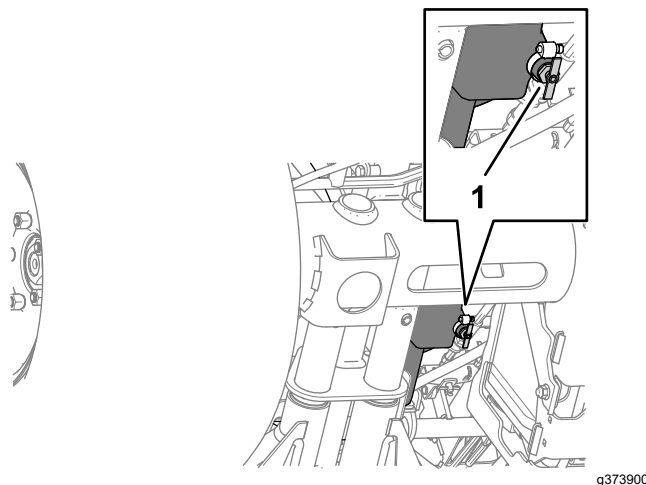

Figura 87
2. Coloque un recipiente de vaciado debajo de la válvula de vaciado del depósito de combustible (Figura 87).